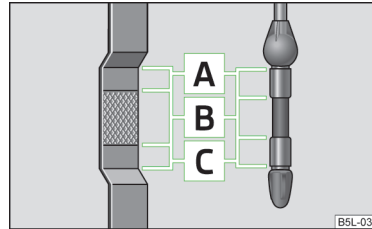

Abb. 131
- Liegt der Ölstand oberhalb des Bereichs **A** » Abb. 131 auf Seite 148, 🚫 nicht weiterfahren! Den Motor abstellen und die Hilfe eines Fachbetriebs in Anspruch nehmen.
Der Ölmesstab zeigt den Motorölstand an » Abb. 131.
Der Ölstand darf keinesfalls oberhalb des Bereichs **A** » Abb. 131 liegen - es besteht die Beschädigungsgefahr der Abgasanlage!